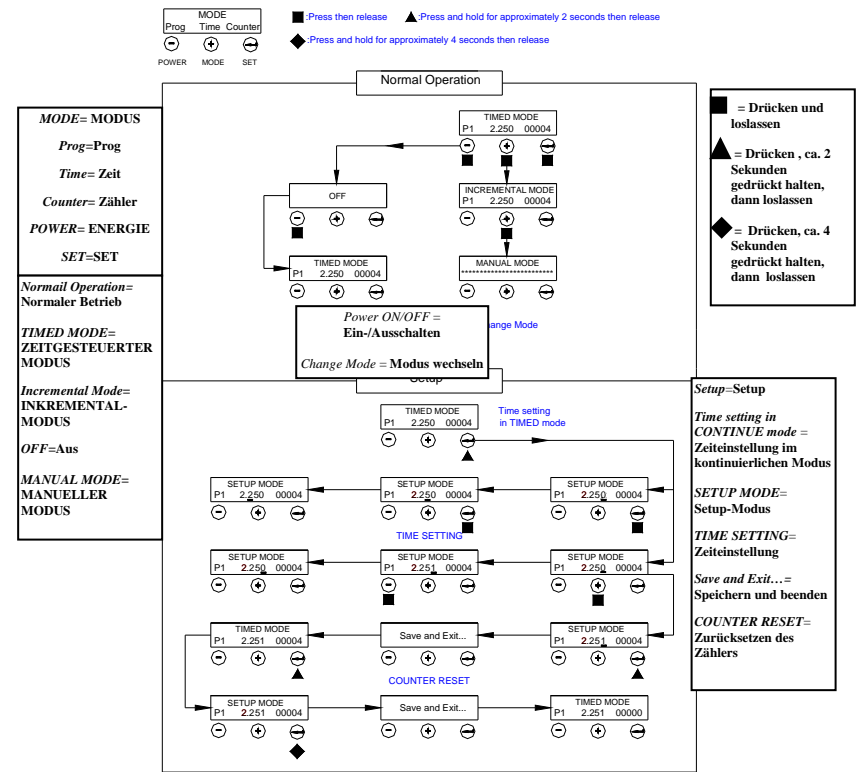

Abb. 5.1
5.2 Einstellen des Dosierzyklus – siehe Abbildung 5.1